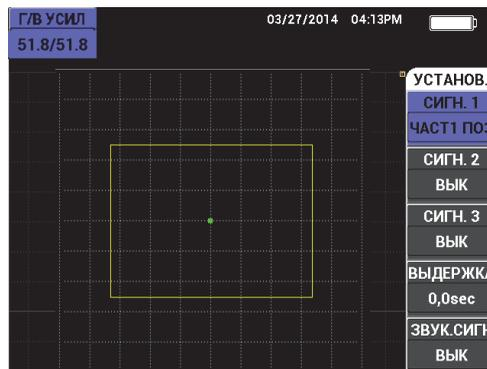

Рис. 5-5 Полярность сигнализации
1. Нажмите функциональную клавишу А, затем, с помощью ручки регулировки, выберите полярность сигнализации. После выбора полярности на экране прибора будет отображен квадрат (см. Рис. 5-5 на стр. 122).